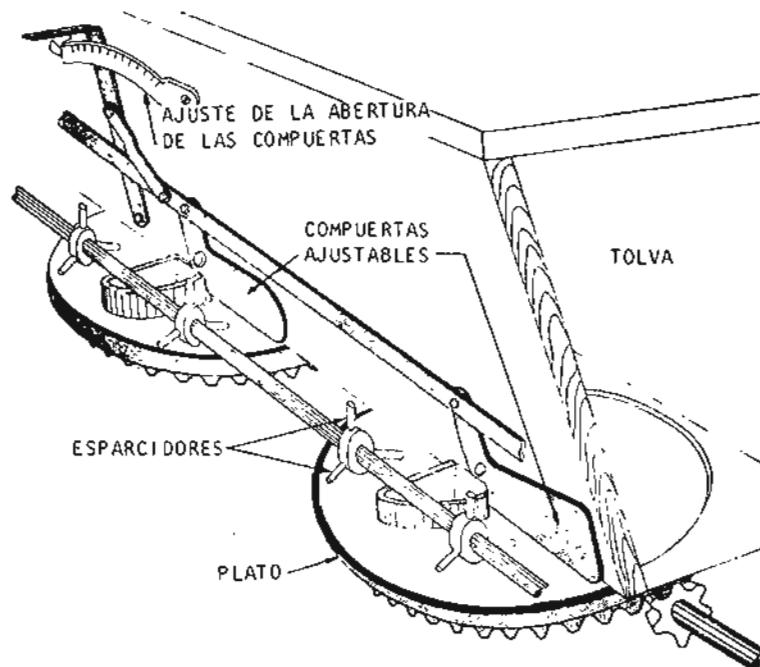

Fig. 7
*Mandos.* Las lumbreras son comandadas por una o dos palancas que se mueven sobre cuadrantes graduados, (figs. 7 y 8). En el caso de la figura 8 la misma palanca también permite interrumpir la salida de producto en las cabeceras de la chacra.